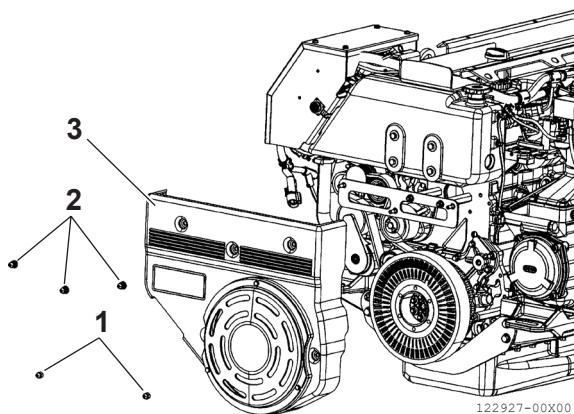

Figure 23
3. Positionnez correctement le cache (Figure 23, (3)) et serrez les écrous (Figure 23, (1)), (Figure 23, (2)) au couple spécifié.
| Cache de protection de la courroie (2 écrous M8 x 1,25) (Figure 23, (1)) | 21 ± 2 N·m |
| Cache de protection de la courroie (3 écrous M8 x 1,25) (Figure 23, (2)) | 30 ± 3 N·m |